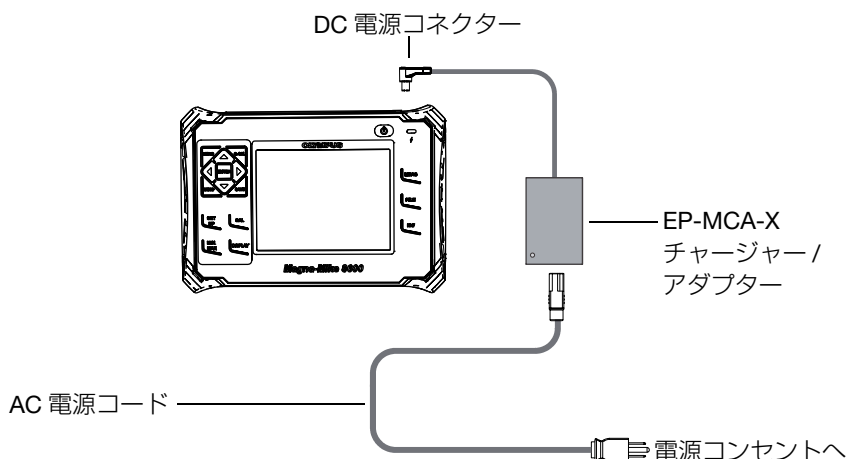

図 1-8 チャージャー / アダプターの接続
1. チャージャー / アダプタに AC 電源コードを接続した後、適切な電源コンセントに接続します（24 ページ図 1-8 参照）。